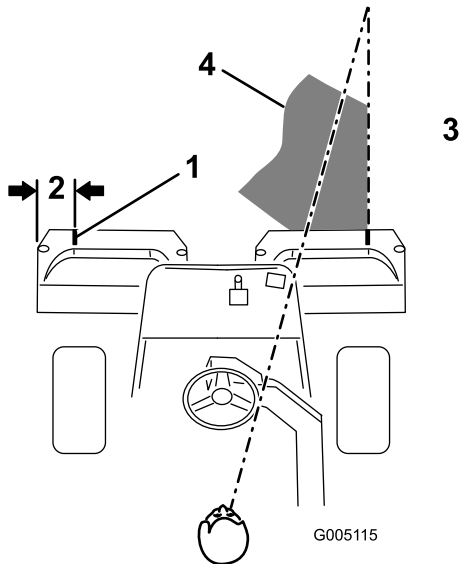

Figura 11
2. Coloque un trozo de cinta blanca o pinte una raya en cada recogedor, paralelo al borde exterior de cada uno (Figura 11).